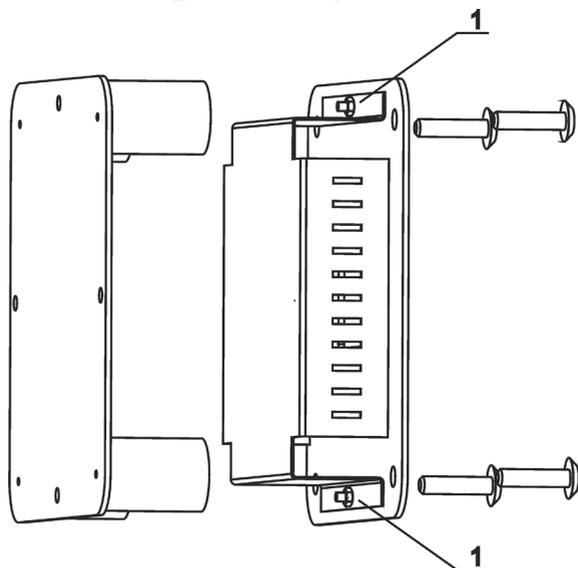

Рисунок 8. Панель управления Comfort AIR+
- Открутить гайки М6 (рис.8, поз.1)